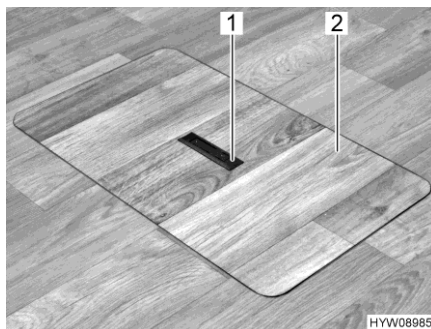
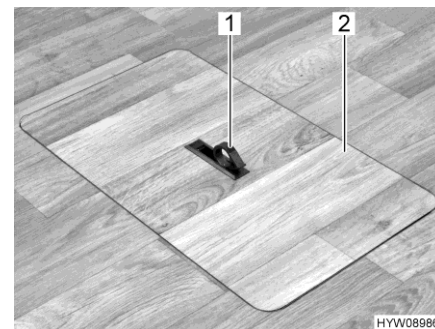

Fig. 45 Couvercle compartiment de rangement sous le plancher (poignée encastrée)
Fig. 46 Couvercle compartiment de rangement sous le plancher (poignée pivotée vers l'extérieur)
- Pousser la plaque de la poignée (Fig. 45,1) vers le bas d'un côté. La poignée (Fig. 46,1) pivote vers le haut.
- Retirer le couvercle (Fig. 46,2) par le haut.
- Mettre le couvercle (Fig. 46,2) en place dans le cadre découpé dans le plancher.